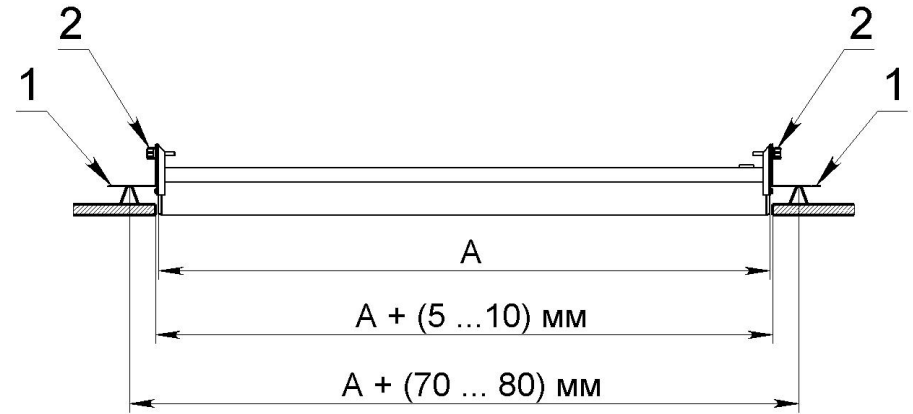

Рис. 1
- 6.3.2.2. Установить направляющие реечного потолка на расстоянии, превышающем на 70-80 мм длину светильника (рис. 1). В случае монтажа светильника в готовый реечный потолок установить по необходимости дополнительные направляющие в местах монтажа светильника, надежно закрепив их на несущем потолке при помощи подвесов.
- 6.3.2.4. Отрегулировать высоту установки светильника изменяя положение горизонтальных полок монтажного комплекта (поз. 1 на рис. 1), обеспечив расстояние до до поверхности несущего потолка не менее 50 мм. Лицевая поверхность светильника должна находиться на уровне лицевой поверхности потолочных реек.
- 6.3.2.5. Зафиксировать положение горизонтальных полок монтажного комплекта при помощи винтов (поз. 2 на рис. 1).